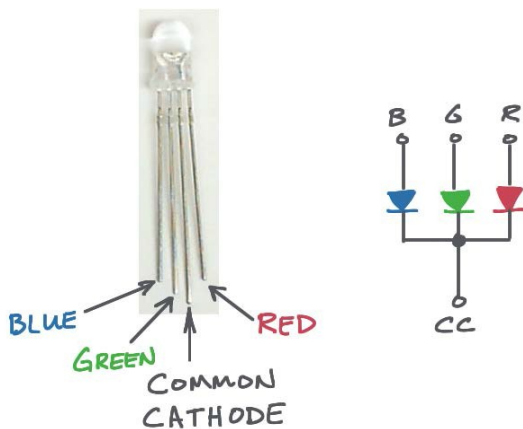

图 2.3: RGB LED 针脚和电路图。
3. 使用与铁路道口信号相同的 LabVIEW 代码，让 RGB LED 的绿色和蓝色 LED 闪烁；有关 RGB LED 的引脚分配图，请参阅下页图 2.3。使用电流源发接口电路。